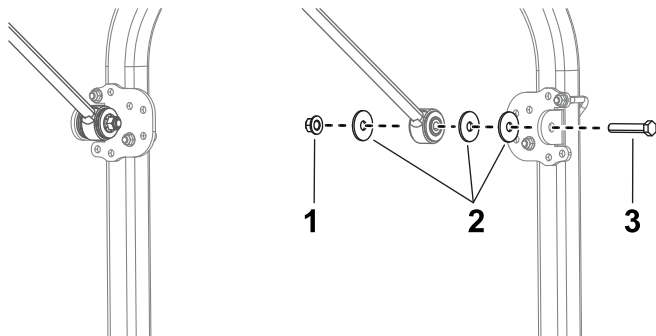

Bild 13
13. Befestigen Sie auf jeder Seite der Maschine eine Strebenhalterung mit einer Schraube (1/2" x 2 1/2"), einer Scheibe (1/2"), drei großen Unterlegscheiben und einer Bundmutter (1/2") an jeder Strebe, wie in Bild 13 abgebildet.